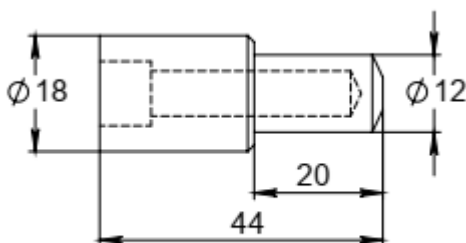

Рисунок 10 - Эскиз гильзы термометров на трубопроводы менее 50 мм
- защитная гильза на трубопроводы менее 50 мм, рисунок 10;